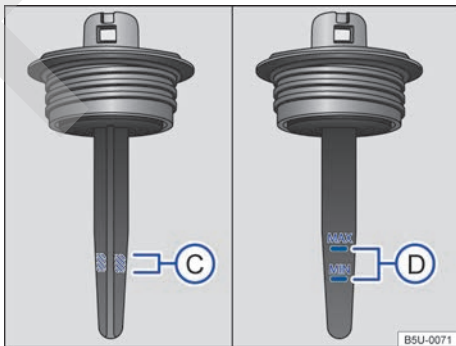

Fig. 118 Marcas para controlar el nivel del fluido de la dirección hidráulica.
- Retirar la tapa del tanque y limpiar la varilla de medición ⇒ **fig. 118** bajo la tapa con un paño limpio ⇒ **A**.
- Retirar nuevamente la tapa y verificar el nivel del fluido por la región rayada de la varilla de medición ⇒ **fig. 118 C**.
- Retirar nuevamente la tapa y verificar el nivel del fluido por las marcas "MIN" y "MÁX" de la varilla de medición ⇒ **fig. 118 D**.
- Si el vehículo circula con el nivel del fluido fuera del nivel ⇒ **fig. 118 C** (motor frío) o **D** (motor caliente), el sistema de dirección hidráulica se dañará.